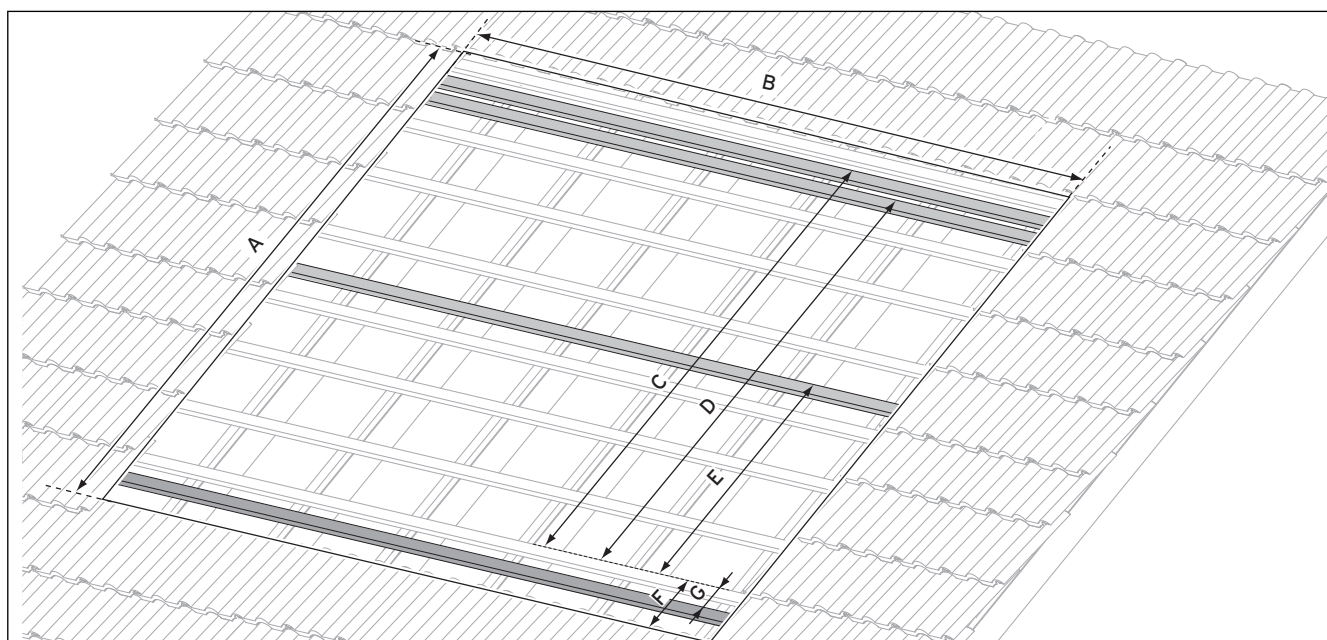

Fig. 6.1 Mål til monteringsfelt og til placering af monteringslægger (Referencelinjen er altid tagstenskanten)
- Bestem monteringsfeltet på taget ved hjælp af målene (→ Fig. 6.1).
- Anbring ekstra taglægter iht. Fig. 6.1.